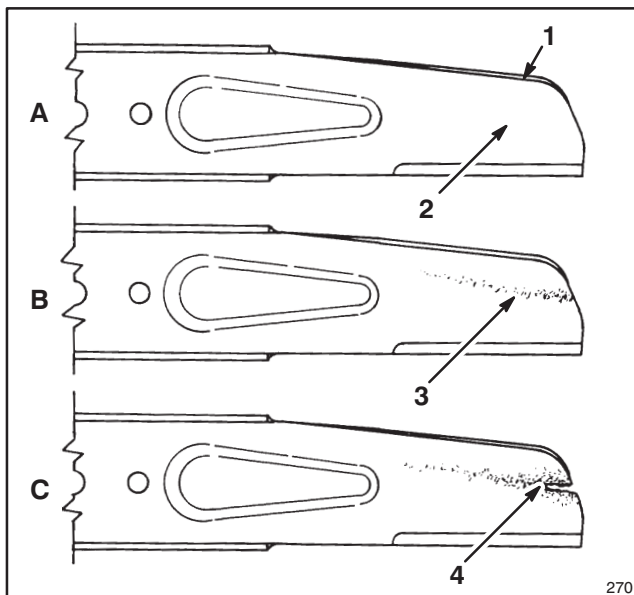

Abbildung 26
8. AUSBAU DES MESSERS—Endstück des Messers mit Lappen oder dickem Handschuh festhalten. Messerbolzen, Sicherungsmutter, Beschleuniger und Messer entfernen (Abb. 26).